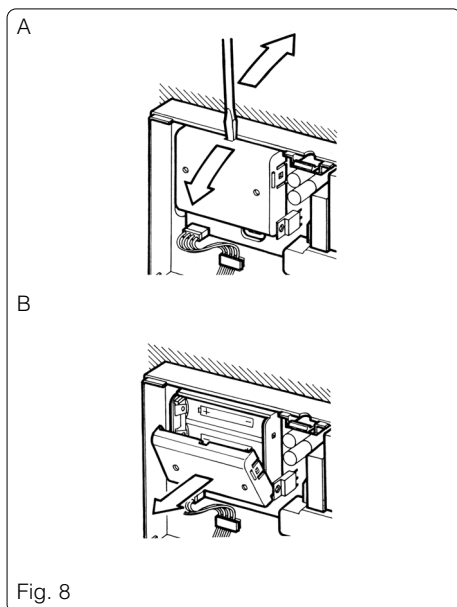

Fig. 8
13.2 - Togliere il coperchio di protezione (fig. 8) e sostituire le pile rispettando le polarità indicate sul fondo dell'alloggiamento.